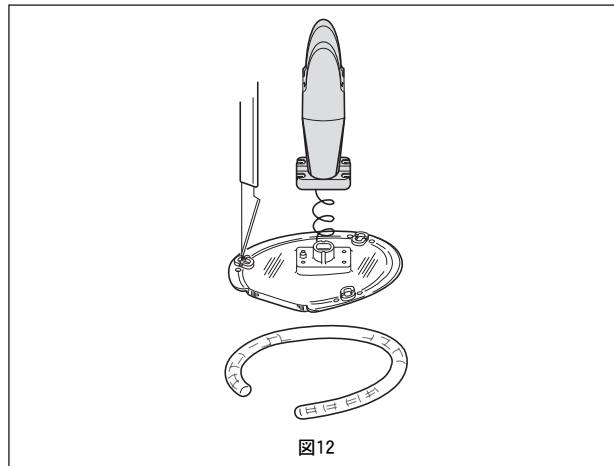

図12
- テンプレートからリングを取り外す際は、3か所の保持糸をメスでカットします。3か所の細長い溝の付いた突出部に隙間があるため、テンプレートの取り外しが容易に、また素早く行えます (図12)。保持糸は常時テンプレートに接続されており、テンプレートの回収時には残りの保持糸を全て抜去することができます。テンプレートをリングから取り外した後、テンプレートは廃棄します。